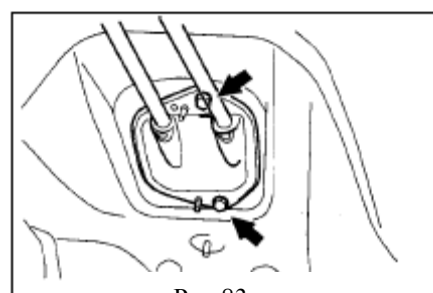

Рис.83
- (6) Открутите два болта(рис.83)
- (7) Вытяните тросы управления из корпуса.
- (8) Снимите фиксатор с тросов управления.